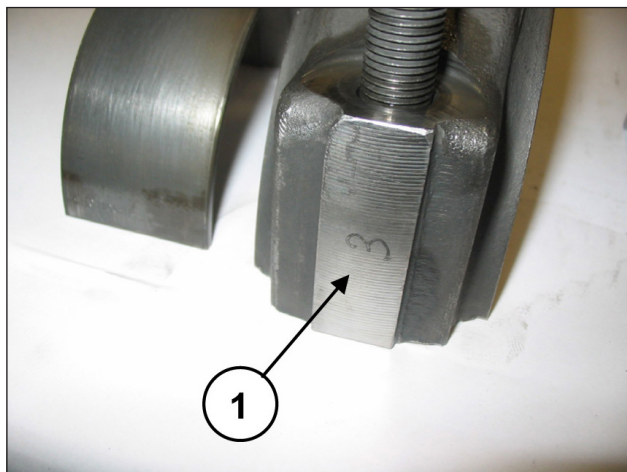

图 34
将半连杆联接先前拆除的连杆帽，注意编号(位置①，图 34)。
将连杆帽与半连杆分开；正确的联接由一侧的编号保证(位置①，图 34)。